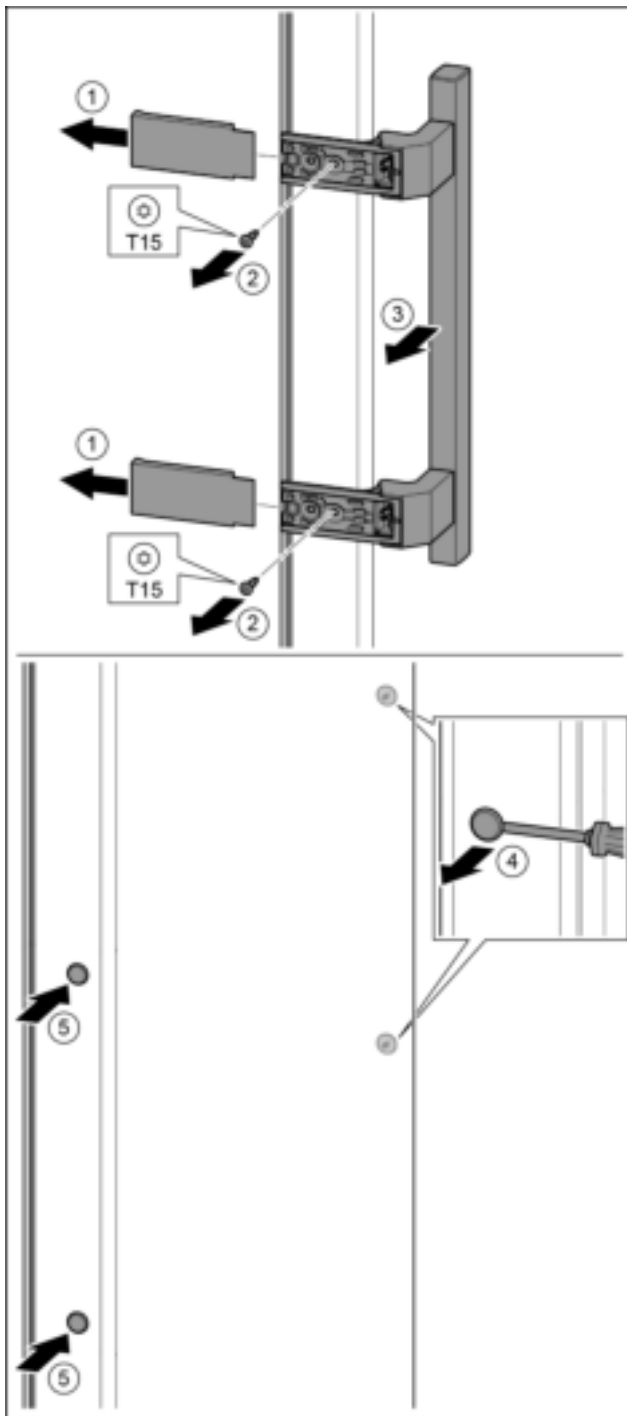

Fig. 33
- ▶ Afdekking eraf trekken. *Fig. 33 (1)*
- ▶ Schroeven met schroevendraaier T15 eruit draaien. *Fig. 33 (2)*
- ▶ Greep eraf halen. *Fig. 33 (3)*
- ▶ Zijdelingse stop voorzichtig met een sleufschroevendraaier optillen en eruit trekken. *Fig. 33 (4)*
- ▶ Stop op de andere kant weer aanbrengen. *Fig. 33 (5)*